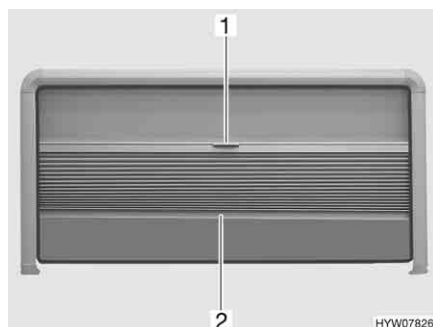

Fig. 59 Tendina oscurante pieghevole e zanzariera a rullo (finestra apribile)
- Afferrare la tendina oscurante pieghevole al centro dell'asta di chiusura (Fig. 59,2) e tirare delicatamente verso il basso.
- Tenere la parte centrale dell'asta di chiusura (Fig. 59,2) della tendina oscurante pieghevole e spingere quest'ultima verso l'alto con cautela.
- Tirare la zanzariera a rullo verso il basso utilizzando la maniglia (Fig. 59,1).
- Spingere la zanzariera a rullo completamente verso l'alto utilizzando la maniglia (Fig. 59,1).